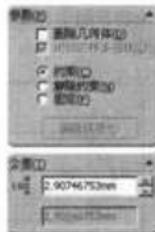

图 2-35 “套合样条曲线”属性管理器
(2) 单击标准工具栏中的 (选择) 工具, 框选上述所有实体, 单击样条曲线工具工具栏中的 (套合样条曲线) 工具, 显示如图 2-35 所示的“套合样条曲线”属性管理器, 可设置如下选项: